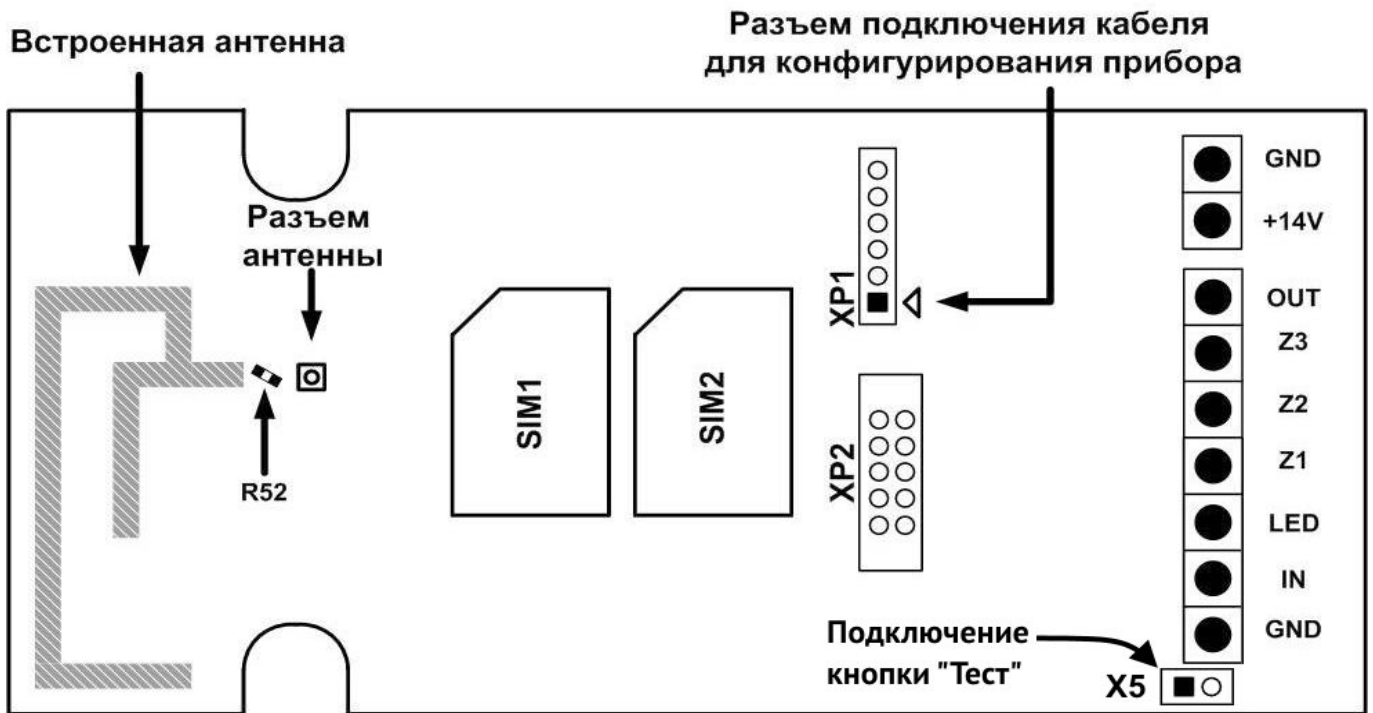

Рисунок 2. Внешний вид платы изделия
**Вход 3** является тестовым входом («Тест») и предназначен для проверки работоспособности индикации устройства после монтажа. При его замыкании на **GND** все индикаторы устройства включаются (индикатор «Связь» – мигает). Кнопка «Тест» установлена на боковой поверхности корпуса, ее подключают к разъему **X5** (рисунок 2).
Конфигурирование изделия производится через контакты разъема **XP1** (см. рисунок 2). При подключении кабеля конфигурирования контакт с маркировкой «**Δ**» должен соединяться с контактом 1 разъема **XP1** на плате изделия.